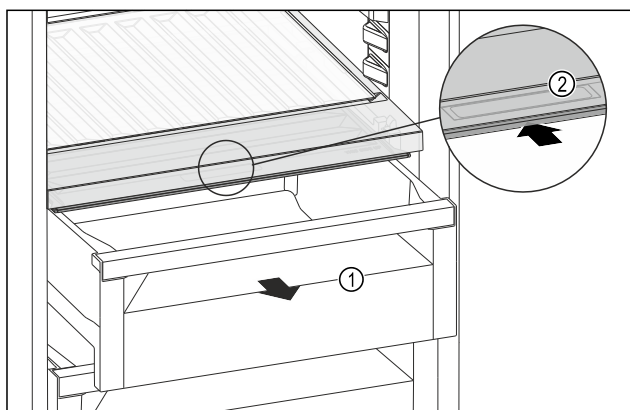

Fig. 220
- ▶ Zásuvku Fig. 220 (1) vytáhněte.
- ▶ Uchopte prohlubeň pro rukojeť Fig. 220 (2) na víku zásuvky a současně zasuňte víko zásuvky směrem dozadu.